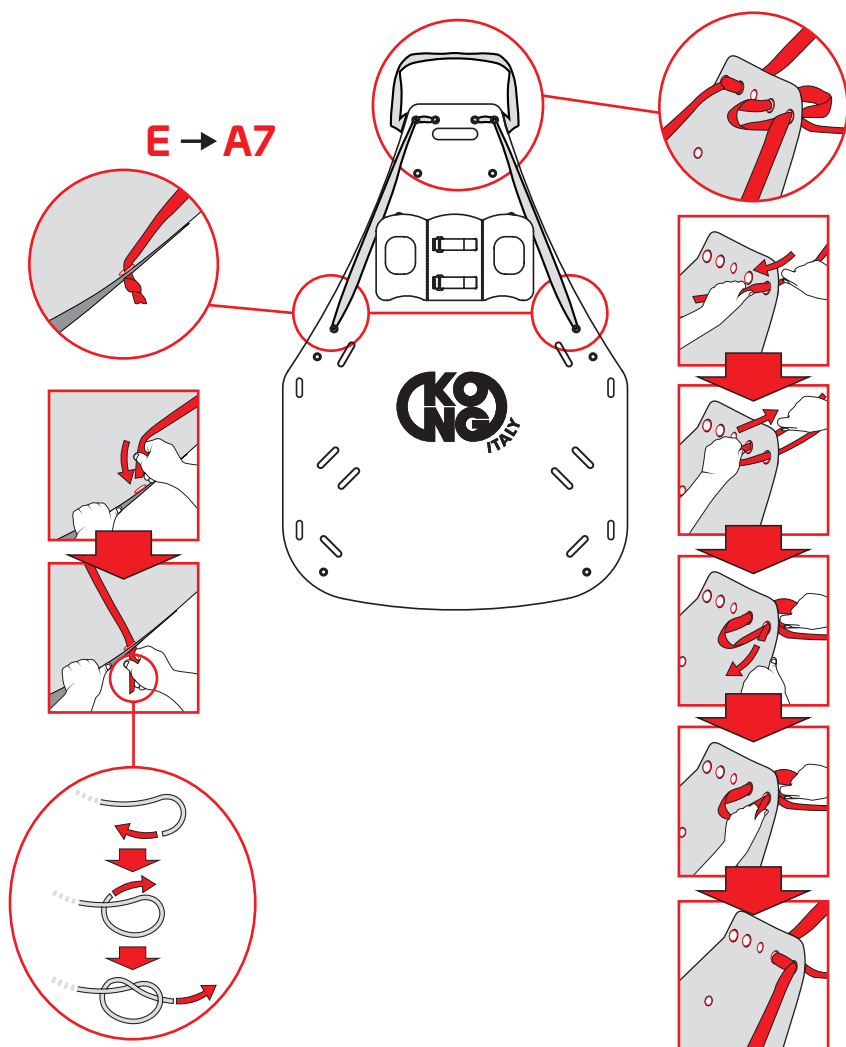

Fig.8
- introduzca la cinta (E) en los agujeros A7 de la superficie de apoyo (fig. 8).